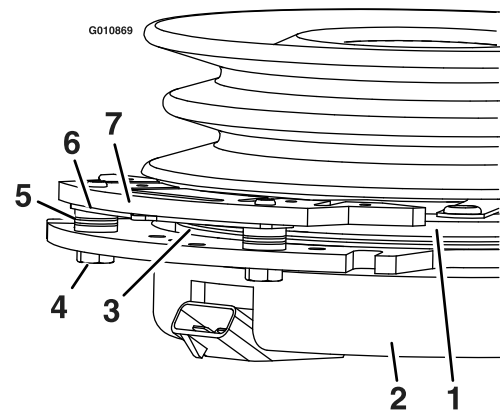

**Figure 65**
3. Retirez le capuchon antipoussière de la roue pivotante et serrez le contre-écrou (Figure 65).
4. Continuez de serrer le contre-écrou jusqu'à ce que les rondelles élastiques soient aplaties, puis desserrez-le de 1/4 de tour pour obtenir la précharge correcte des roulements (Figure 65).
**Important:** Veillez à placer les rondelles élastiques comme illustré à la Figure 65.
5. Remettez le capuchon antipoussière en place (Figure 65).